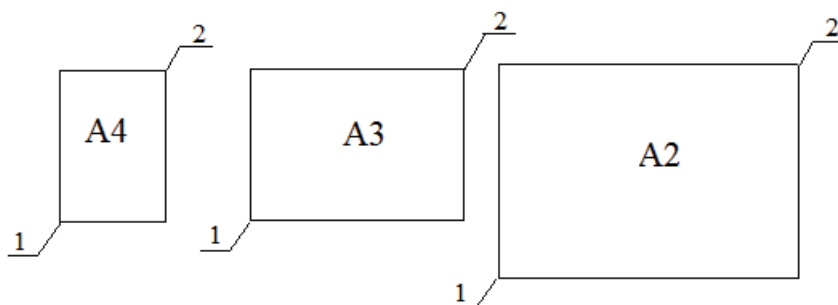

Рис. 93. Формирование рамок форматов А4, А3, А2
Первый угол (1) прямоугольников будем указывать курсором в произвольной точке чертежа, второй угол (2) определяем относительными координатами: для формата А4 — @210,297, для формата А3 — @420,297, для формата А2 — @594,420 (рис. 93).